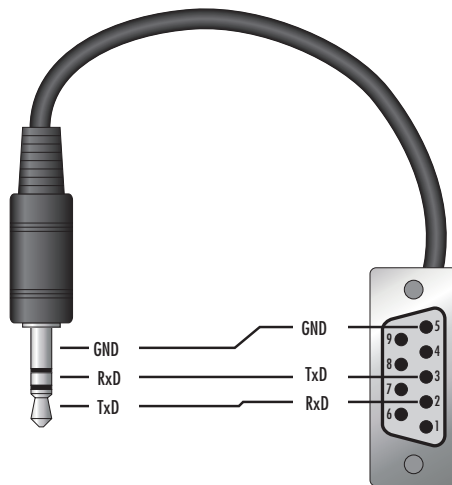

Abbildung 5 Verdrahtung des seriellen Kabels
Die dreiadrigte Buchse für den seriellen Port befindet sich hinten am Instrument. Im Lieferumfang enthalten ist ein serielles Kabel. Zusätzliche oder längere Kabel von bis zu 3 m können gemäß Schaltplan unter Abbildung 5 auf dieser Seite hergestellt werden. **Hinweis:** Die TxD Leitung auf der einen Seite wird an die RxD Leitung an der anderen Seite, und umgekehrt, angeschlossen. Um mögliche elektrische Störeinflüsse zu reduzieren, sollte das serielle Kabel mit niedrigem Widerstand zwischen dem Anschluss und der Schirmung geschirmt werden und sollte so kurz wie möglich gehalten werden. Das Protokoll für die serielle Kommunikation lautet 8 Datenbit, 1 Stoppbit und keine Parität. Verwenden Sie keine Ablaufsteuerung. Setzen Sie den Zeilenvorschub auf ON (AN) (alle Zeilenumschaltungen werden von einem Zeilenvorschub gefolgt (ASCII dezimal 10)) und Duplex auf HALF, um das Tastatureingabeecho zu deaktivieren.